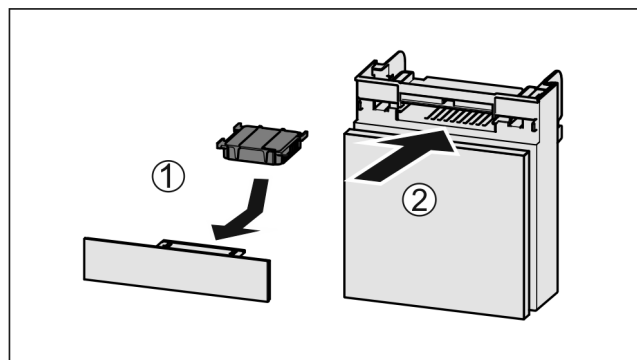

Fig. 237
- Insérer le filtre à charbon actif d'après le schéma Fig. 237 (1).
- Insérer le compartiment Fig. 237 (2).